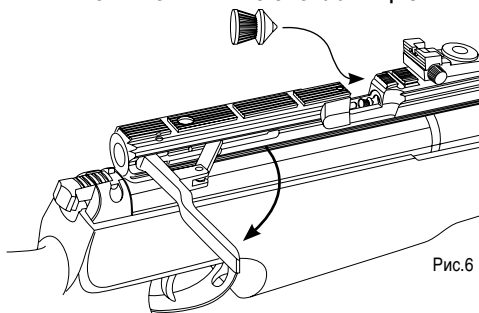
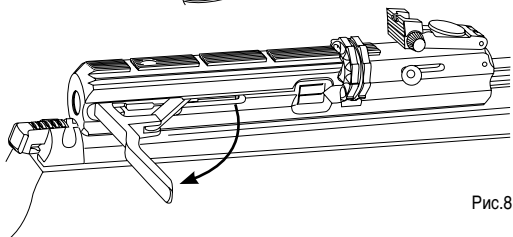
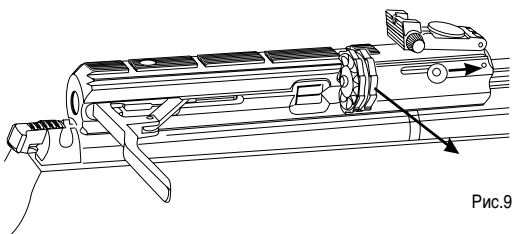

Рис.6
Рис.8
Рис.9
1. Взведите винтовку рычагом до щелчка. Затем зарядите винтовку одной пулькой через прорезь (окно) для загрузки пуль, как изображено на Рис.6.
рычаг взвода(слева) к себе до щелчка.Затем нужно отвести (справа) рычаг сброса магазина вперед и запереть его.После чего магазин можно извлечь вручную потянув его направо(Рис.6& Рис.8 & Рис.9)